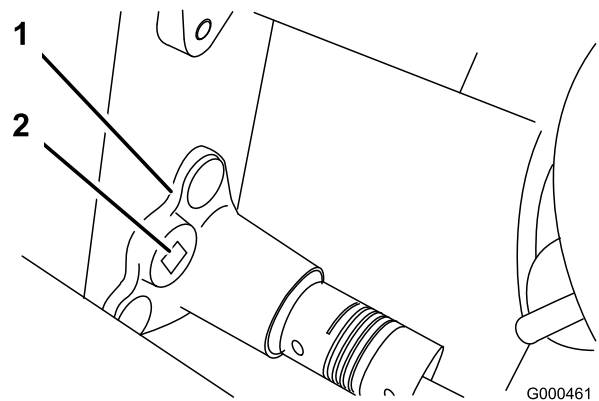

Bild 40
- B. Drehen Sie das Lagergehäuse mit einem 3/8-Zoll-Drehmomentschlüssel mit 3,9 bis 4,5 Nm an, um die Riemen Spannung einzustellen (Bild 40).